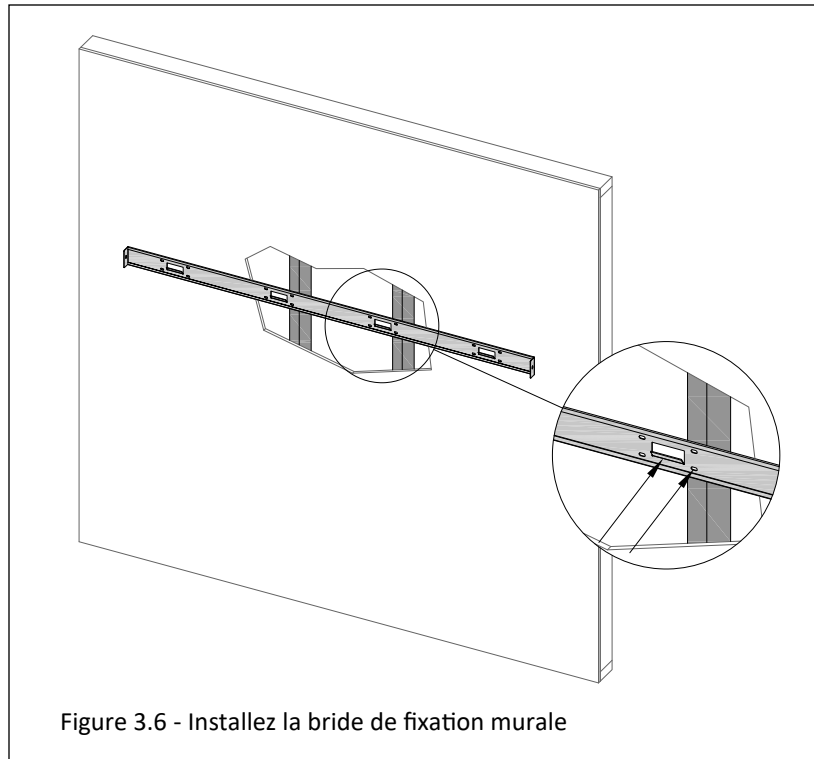

Figure 3.6 - Installez la bride de fixation murale
2. Fixez la bride de fixation murale à l'emplacement désiré au mur, en vous assurant que la bride de fixation est solidement fixée aux montants de la charpente murale. Utilisez toutes les vis de fixation fournies avec le foyer, pour fixer au mur la bride de fixation murale (Figure 3.6).